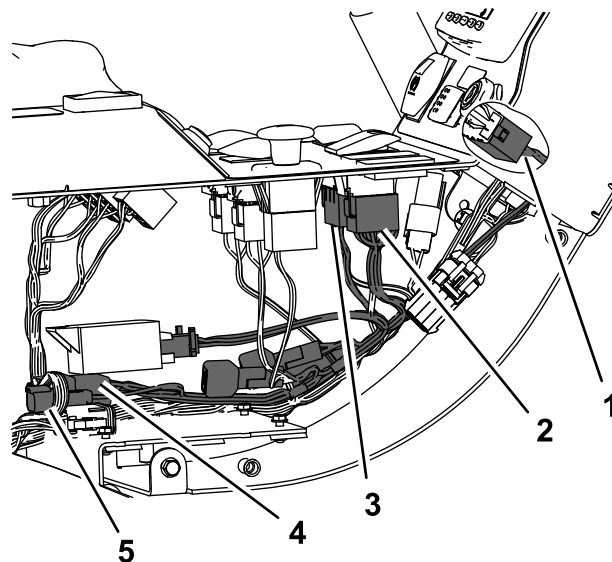

図 5
5. 新しいワイヤハーネスを、ハザードスイッチ、方向指示器スイッチ、補助ブレーキスイッチに取り付ける 図 5。
6. ワイヤハーネスを、コンソール内にある車両用メインワイヤハーネスに接続する 図 5。